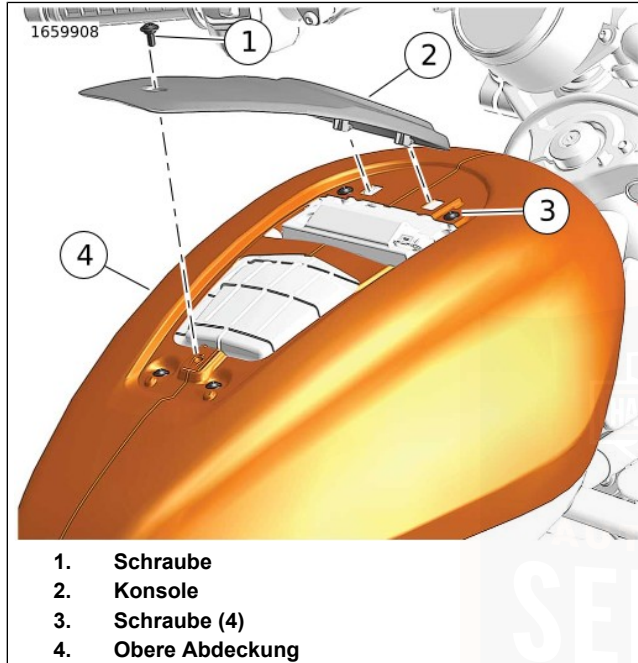
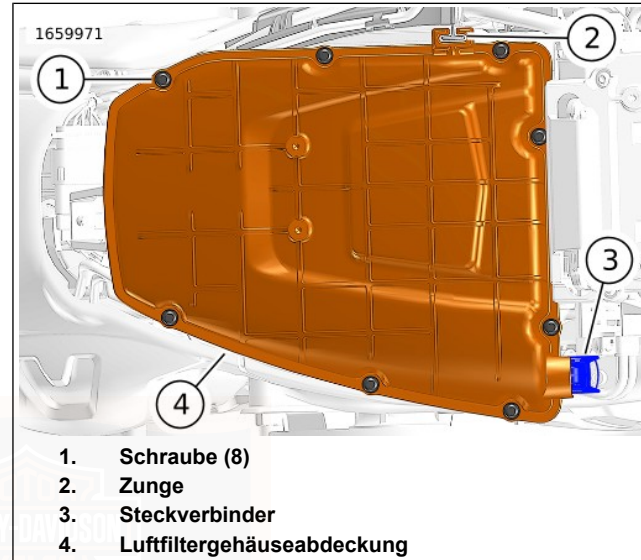
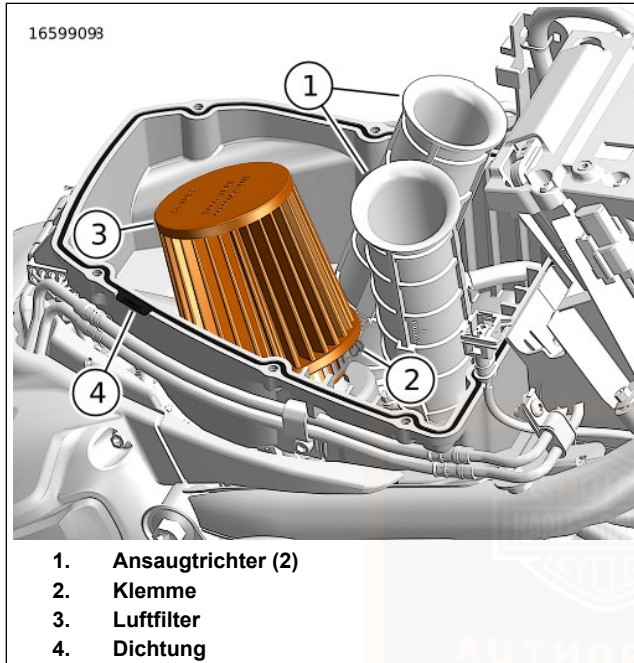

Abbildung 73. Obere Abdeckung
Abbildung 74. Luftfiltergehäuseabdeckung
Abbildung 75. Luftfilterwartung
1. Siehe Abbildung 73. Obere Abdeckung entfernen.
- a. Die Schraube (1) entfernen.
- b. Die Hinterseite der Konsole (2) anheben, um sie zu entfernen.
- c. Die Schrauben (3) entfernen.
- d. Die obere Abdeckung (4) abnehmen.
2. Siehe Abbildung 74. Die Luftfiltergehäuseabdeckung entfernen.
- a. Steckverbinder (3) abziehen.
- b. Die Schrauben (1) entfernen.
- c. Die Luftfiltergehäuseabdeckung (4) abnehmen.
3. Siehe Abbildung 75 . Den Luftfilter ausbauen.
- a. Den Ansaugtrichter (1) mit sauberen Lappen abdecken.
- b. Schelle (2) lockern.
- c. Luftfilter (3) ausbauen.
1. Siehe Abbildung 75 . Den Luftfilter einbauen.
- a. Den Luftfilter (3) anbringen.
- d. Die Lappen aus dem Ansaugtrichter (1) nehmen.
- e. Überprüfen, ob die Dichtung (4) an ihrem Platz ist. Die Dichtung austauschen, wenn sie beschädigt ist.
2. Siehe Abbildung 74. Die Luftfiltergehäuseabdeckung anbringen.
- c. Den Steckverbinder (3) anschließen.
3. Siehe Abbildung 73. Den oberen Deckel einbauen.
- a. Die obere Abdeckung (4) anbringen.
- b. Die Schrauben (3) anbringen. Festziehen.